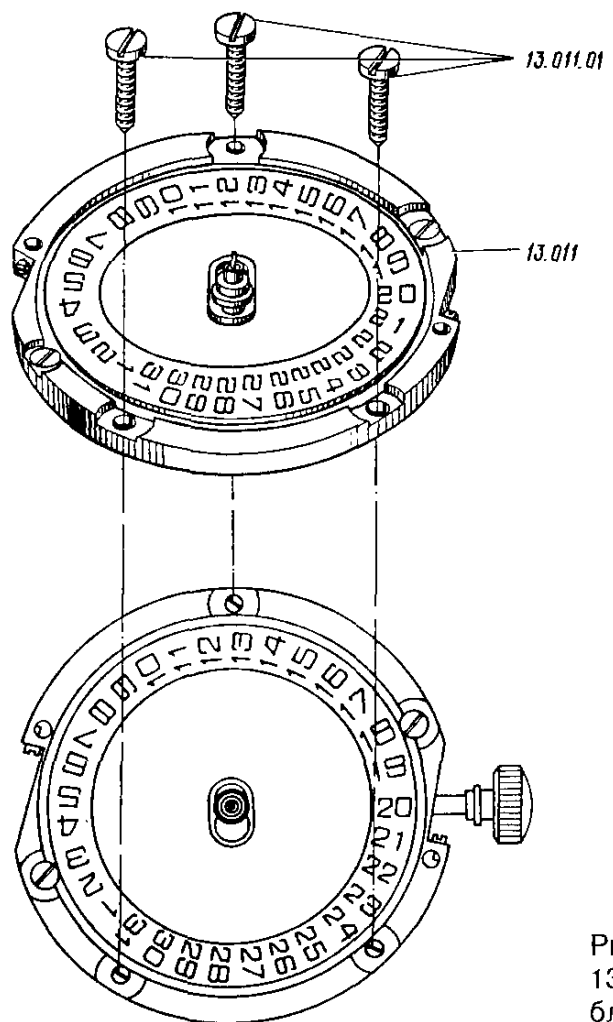

Рис. 135
18. Отвернуть и снять винты блока календаря (рис. 135)